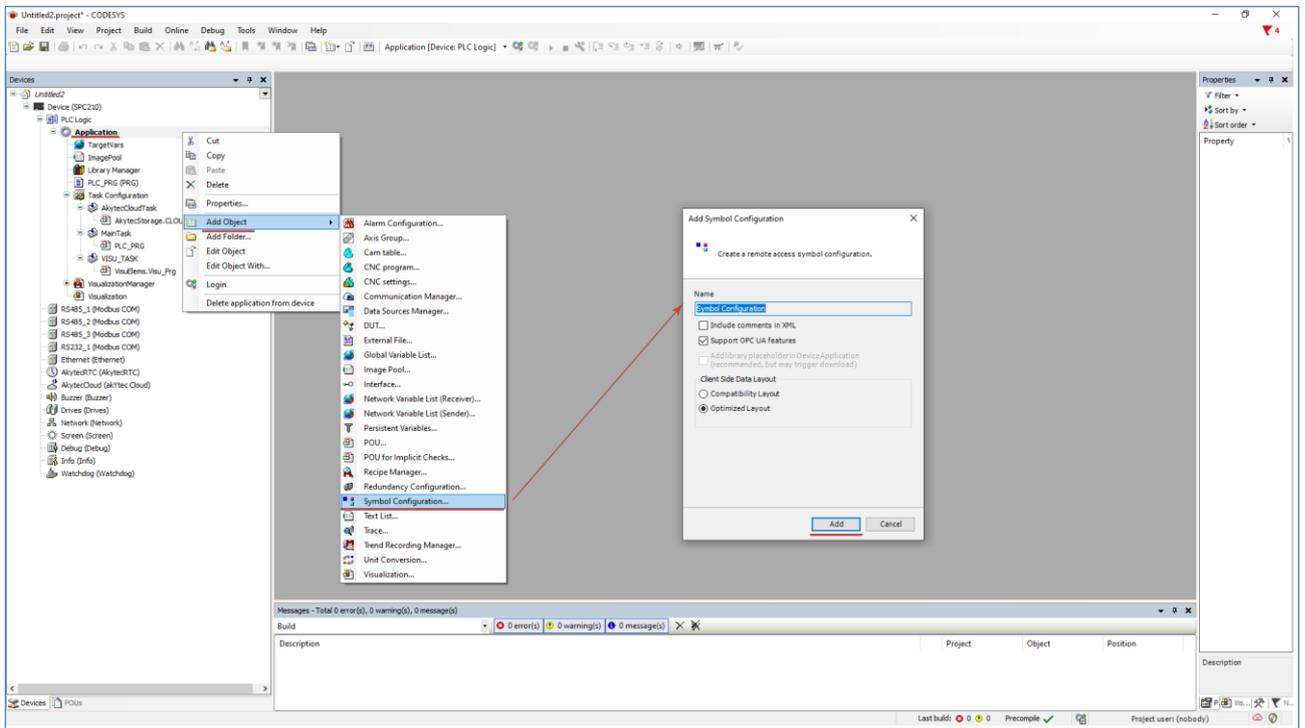

Abb. 15.17
1.2. Fügen Sie die Komponente **Symbol Configuration** (Symbolische Konfiguration) zum Projekt hinzu (Abb. 15.17).